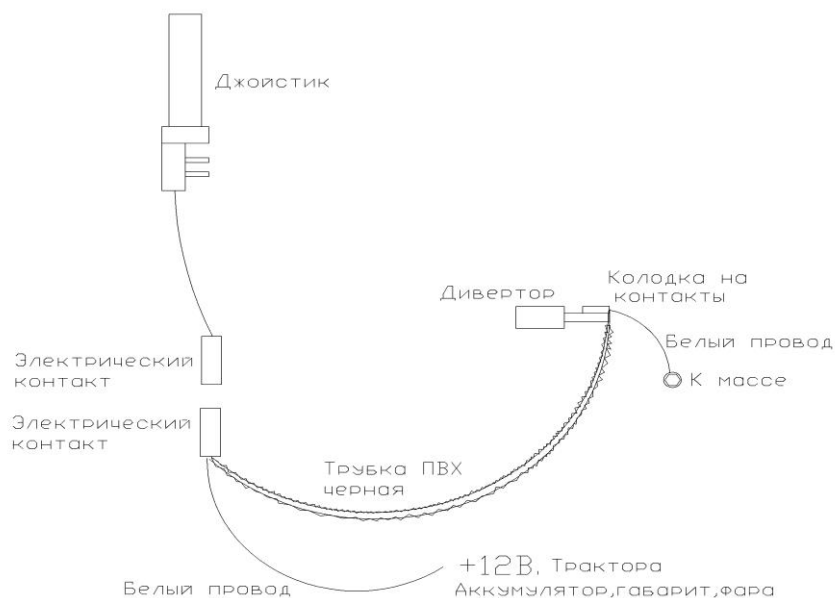

Рисунок 3. Схема подсоединения джойстика принципиальная.
- 1.4.10. Подсоединить джойстик к гидрораспределителю, соединяя провода от ручки с проводом на стреле согласно схемы (рисунок 3).